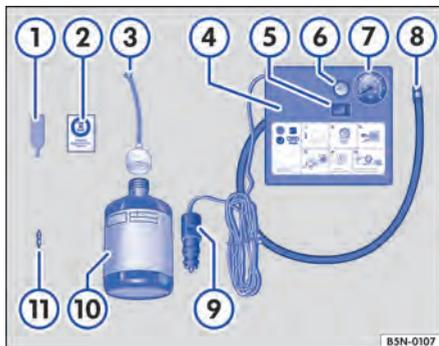

Fig. 279 Representação esquemática: componentes do kit de reparo dos pneus.
O kit de reparo dos pneus encontra-se no compartimento de bagagem sob o revestimento do assoalho. Ele é composto pelos seguintes componentes → Fig. 279:
13. Colar a etiqueta adesiva → Fig. 279 ② do kit de reparo dos pneus no campo de visão do condutor no painel de instrumentos.
- Com a chave para remoção do elemento da válvula → Fig. 279 ①, desenroscar o elemento da válvula da válvula do pneu e colocá-lo sobre uma superfície limpa.
- Agitar a garrafa para enchimento dos pneus → Fig. 279 ⑩ algumas vezes com força.
- Rosquear a mangueira de enchimento → Fig. 279 ③ com firmeza no sentido horário sobre a garrafa para enchimento dos pneus. A película na tampa é perfurada automaticamente.
- Remover a vedação da tampa da mangueira de enchimento → Fig. 279 ③ e introduzir a extremidade aberta totalmente na válvula do pneu.
- Rosquear novamente o elemento da válvula com a chave para remoção do elemento da válvula → Fig. 279 ① na válvula do pneu.
- Rosquear a mangueira de enchimento dos pneus → Fig. 279 ⑧ do compressor de ar com firmeza na válvula do pneu.
- Verificar se o parafuso de sangria de ar → Fig. 279 ⑥ está fechado.
- Encaixar o conector do cabo → Fig. 279 ⑨ em uma tomada 12 V do veículo → Página 300.
- Ligar o compressor de ar com o interruptor LIGA-DESLIGA → Fig. 279 ⑤.
- Deixar o compressor de ar funcionar até atingir 2,0 – 2,5 bar (29 – 36 psi / 200 – 250 kPa) → **⚠ Tempo de funcionamento máximo de 8 minutos** → ⑩.
Reconectar a mangueira de enchimento dos pneus → Fig. 279 ⑧ e ler a pressão dos pneus no manômetro de pressão dos pneus ⑦.